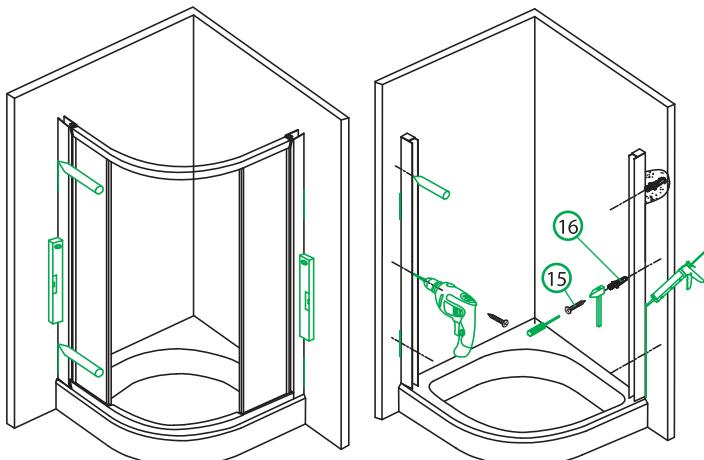

Рис. 6 / 6-сур.
- Установите каркас кабины на поддон. Выровняйте его при помощи уровня. Отметьте места крепления пристенного профиля (рис. 6). Обработайте силиконом место стыка между стеной и пристенным профилем, закрепите его к стене.
- Установите каркас кабины в пристенный профиль (рис. 6). Пристенный стеновой профиль должен войти в середину профиля каркаса кабины (рис. 7а).